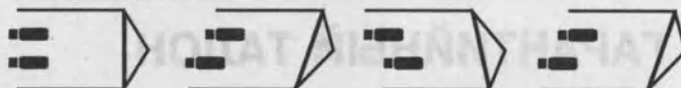

РИС.2
Ходунки состоят из двух "П" -образных опор (1), шарнирно скрепленных между собой перекладинами (2, 3). Каждая опора имеет две ножки (5) с отверстиями и фиксирующими кнопками (7), позволяющими регулировать высоту ходунков. Ножки передней и задней опор оснащены резиновыми наконечниками (6), с внутренним диаметром 28 мм. (См. рис.1) Принцип действия ходунков состоит в попеременной перестановке опор и отображен на рис.2.